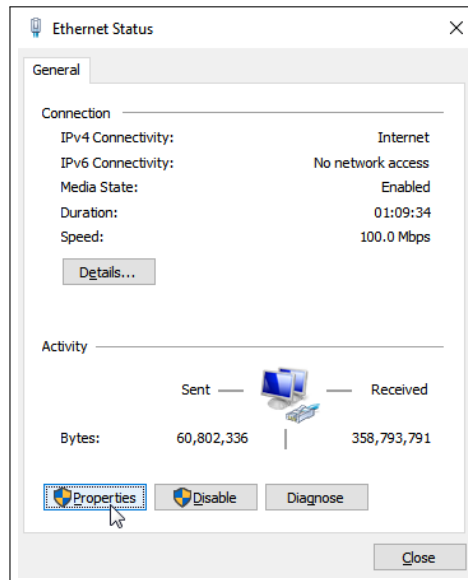

Figura A.5: Acessando as propriedades de rede
Passo 5 Clique no botão “Propriedades” (Figura A.5).